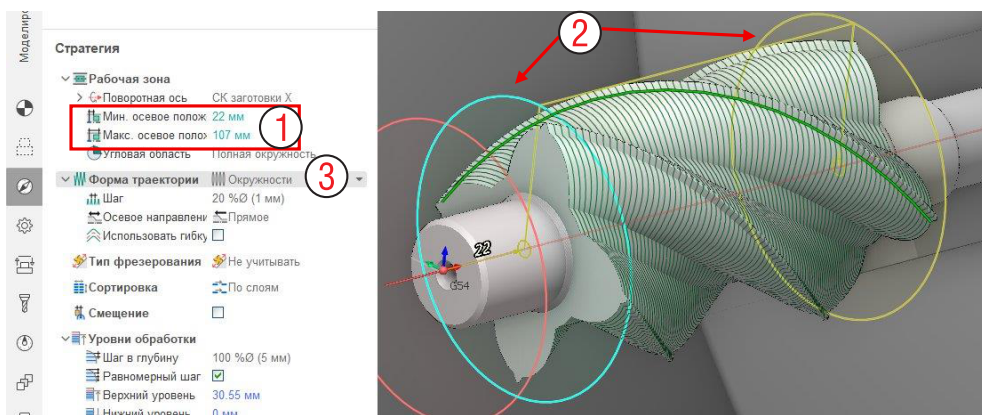

Рис. 12-3. Параметры стратегии операции Черновая ротационная.
Обрабатываемая геометрия в рабочем задании не задается. Основными параметрами, определяющими область обработки, являются **Минимальное и Максимальное осевые положения** (1 на рис. 12-3). Их можно задать значением, а можно потянуть за маркеры в графическом окне (2). Маркеры